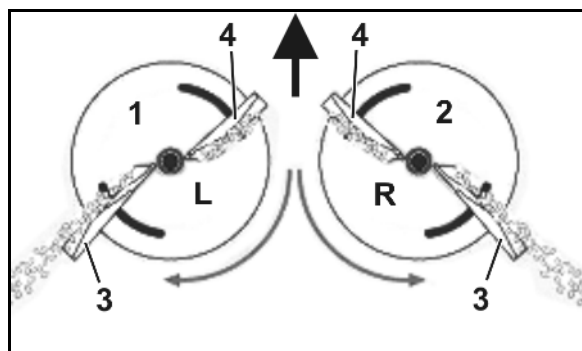

Fig. 19
- venstre spredeskive (Fig. 19/1) med markering **L**.
- højre spredeskive (Fig. 19/2) med markering **R**.
- Lang (Fig. 19/3) – Indstillingsskala med værdier fra 35 til 55.
- Kort (Fig. 19/4) – Indstillingsskala med værdier fra 5 til 28.